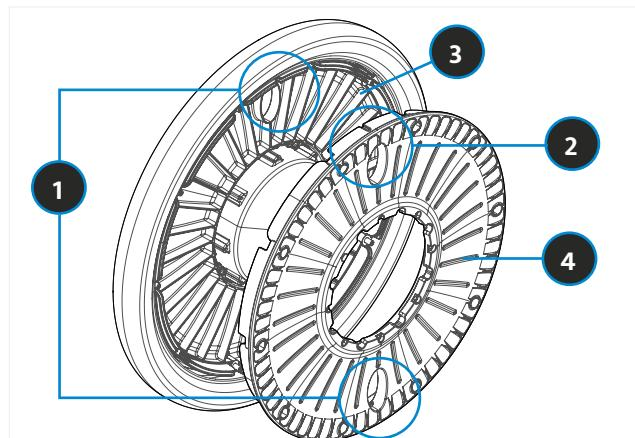

BILD 62 ORIENTIERUNG FELGEN - IMMER 2 AUF 3 LAMELEN
- ▶ Die Felgenhälften zusammendrücken und darauf achten, dass die Lamellen (3 Stück) der Ventilöffnung nach außen stehen (siehe Bild 62).